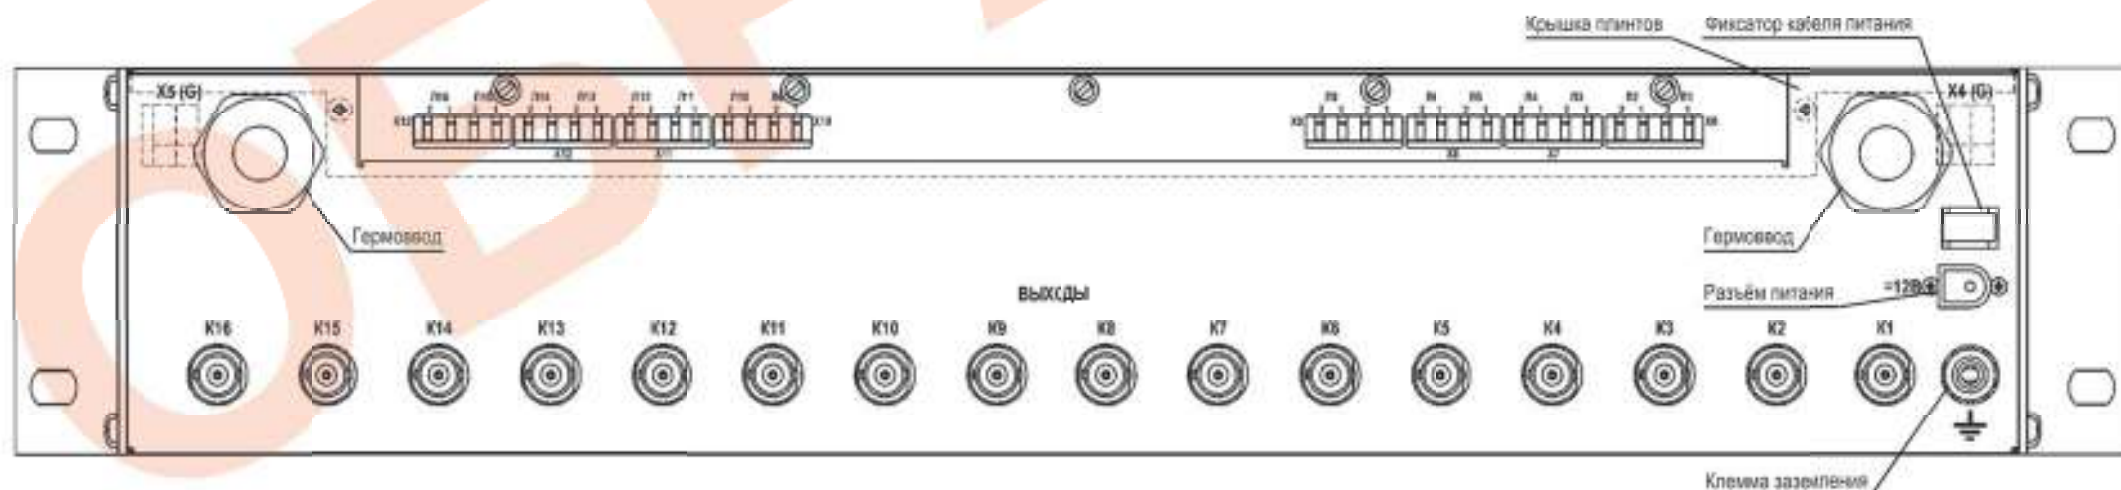

Рис.1 Вид сзади (крышка плинтов показана пунктиром)
2. Ввести кабели через гермовводы на задней стенке (рис.1).
4. Подключить сигнальные линии, идущие от передатчиков, к разъёмам X6 ÷ X13 (рис.1). На данных разъёмах пронумерованы пары контактов (рис.1). Линию, идущую от передатчика №1, необходимо подключить к первой паре контактов (Л1) разъёма X6, линию от передатчика №2 к паре контактов Л2 разъёма X5. Аналогично подключаются линии 3 – 16 к разъёмам X7 ÷ X13 (пары контактов Л3 – Л16).
5. Подключить дренажные проводники (проводники имеющие контакт с экраном кабеля) к разъёмам X4 и X5 (G) (рис.1).
Выходные видеосигналы снимаются с соответствующих ВМС-разъёмов K1...K16 (рис.1).
1. Соединить клемму заземления « $\perp$ » (рис.1) проводом с шиной заземления.
2. Подключить блок питания к крейту с помощью разъёма питания (рис.1).